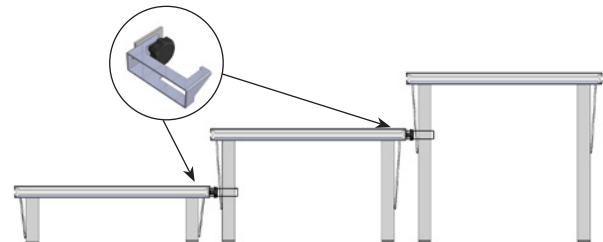

Bild Nr. 7
1. Verbindungsklammer mit Gewindeschlitten in die Montageturm des Bühnenrahmens einschieben (Bild Nr. 7).